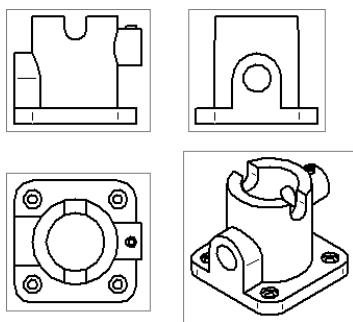

图 4.3.4 图纸视图显示
Step5. 切换窗口。单击 **主页** 选项卡 **窗口** 区域中的命令，然后在系统弹出的窗口中选择 update_view.dft 文件，系统进入工程图环境，此时图纸视图显示效果如图 4.3.4 所示。